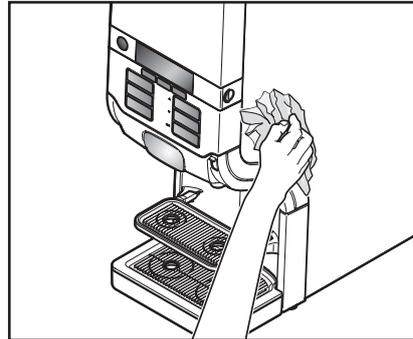

Fig. 28
6. Pulire la parte esterna dell'apparecchio con un panno umido e pulito (fig. 28).